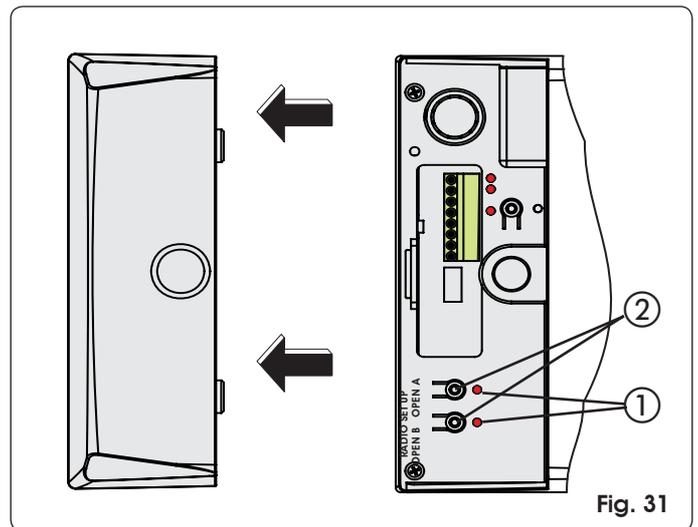

Fig. 31
- 2) Premere, per 1 secondo, il pulsante OPEN A o OPEN B (Fig. 31 rif. ②), per memorizzare rispettivamente l'apertura totale o quella parziale.
- 3) Il led corrispondente (Fig. 31 rif. ①), inizia a lampeggiare lentamente per 5 sec.
- 4) Premere, per 1 secondo, il pulsante OPEN A o OPEN B (Fig. 31 rif. ②), per memorizzare rispettivamente l'apertura totale o quella parziale.